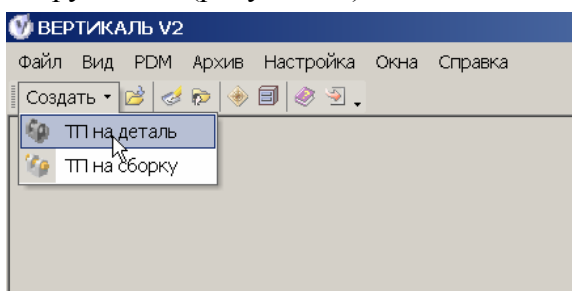

Рисунок 31 – Выбор вида ТП
2.12.1 Запускаем систему ВЕРТИКАЛЬ и выбираем создание ТП на деталь, путем нажатия одноименной кнопки на панели инструментов (рисунок 31).